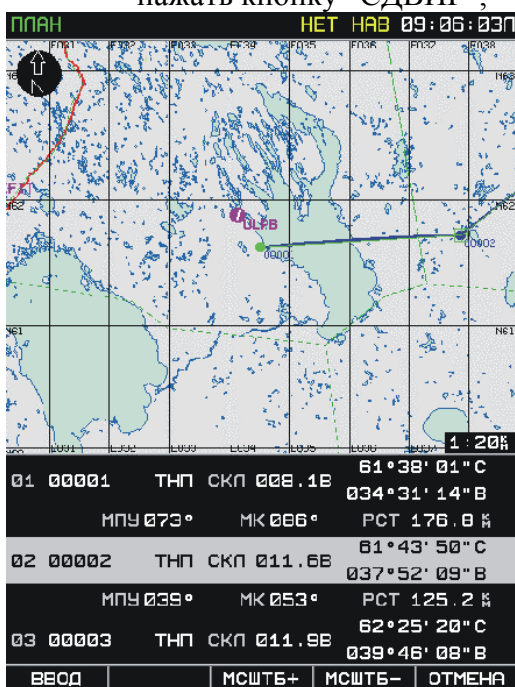
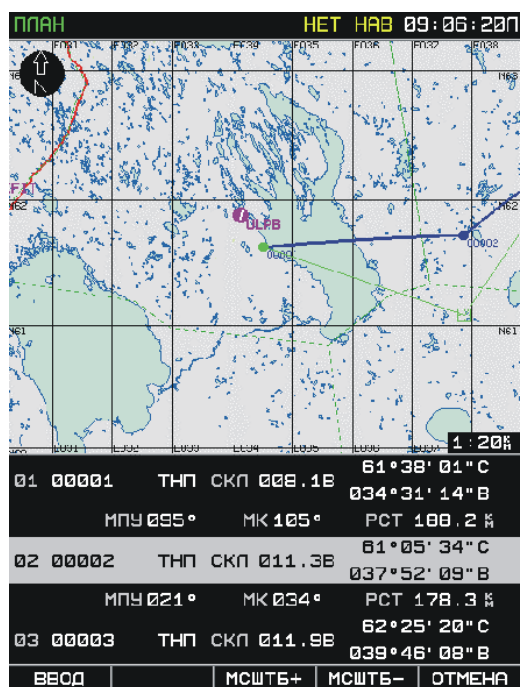

Рис. 99. Вызов функции СДВИГ
Рис. 100. Выбор нового положения редактируемого ППМ
- с помощью манипулятора курсора выбрать точку карты, в которую необходимо переместить редактируемый ППМ маршрута (Рис. 99, Рис. 100);